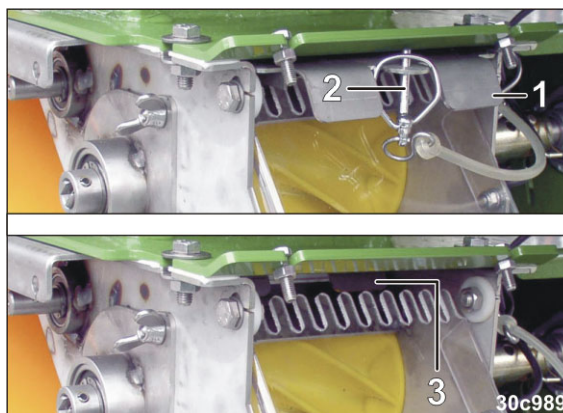

Fig. 189
Équiper tous les doseurs se trouvant sur la machine avec le même tambour de dosage. Ouvrir toutes les trappes (Fig. 189/1) et les bloquer [goupille d'arrêt (Fig. 189/2)].
1. Enlever la goupille d'arrêt (Fig. 189/2).
(nécessaire uniquement si la trémie d'engrais est pleine pour fermer la trémie avec le clapet (Fig. 189/1).
2. Pousser la trappe (Fig. 189/3) jusqu'en butée dans le doseur.